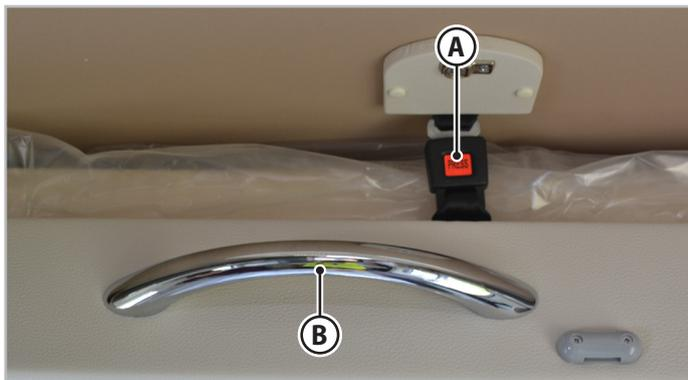

Fig. 6.18 - Cama basculante delantera
1. Desbloquee el dispositivo de seguridad (**A** - Fig.6.18).
2. Accione la manilla de desplazamiento (**B** - Fig.6.18) y lleve la cama hasta el tope.
1. Accione la manilla de desplazamiento (B - Fig.6.18) y lleve la cama hasta el tope.
2. Vuelva a fijar la cama utilizando el dispositivo de seguridad (A - Fig.6.18).